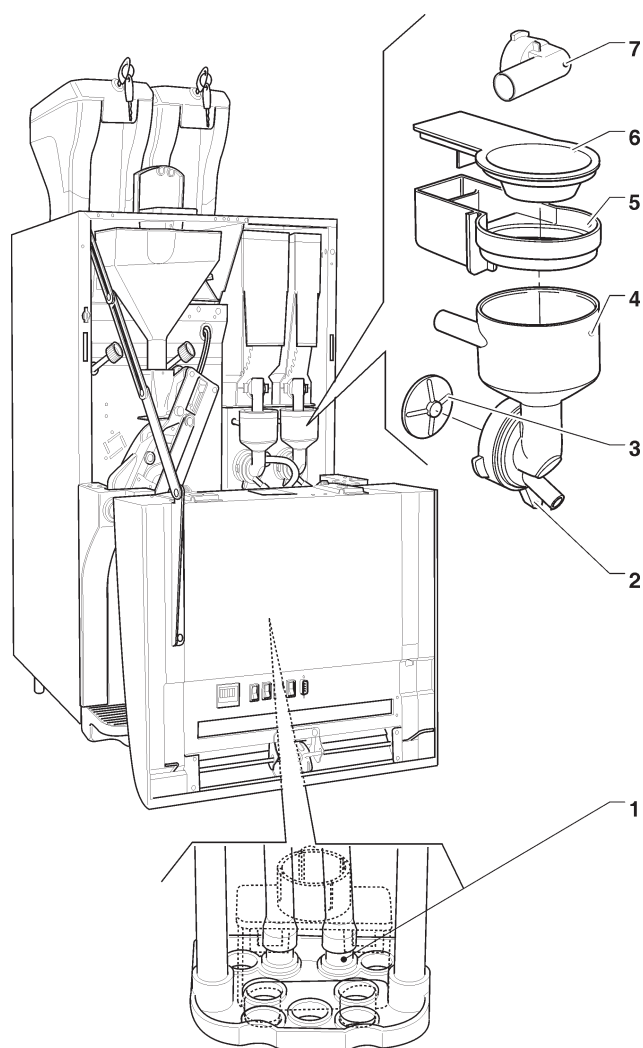

Fig. 29
- asportare (vedi fig. 29) dai mixer gli imbuto delle polveri, gli imbuto acqua, i convogliatori, i cassette deposito polvere e le ventoline dei motofrullatori;